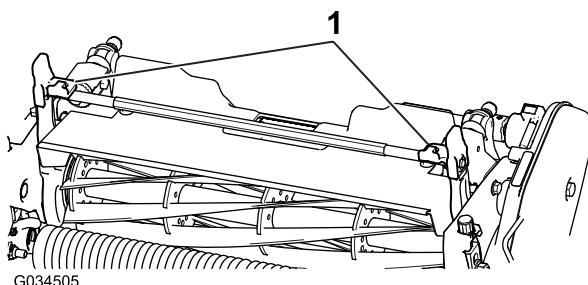
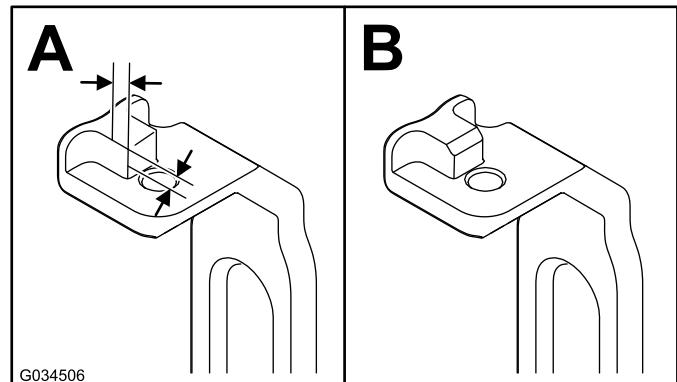

Figura 6
Figura 7
2. Su entrambi i bracci orientabili (Figura 6) misurate 2,3 mm sulle alette e limate l'angolo come illustrato nella Figura 7.